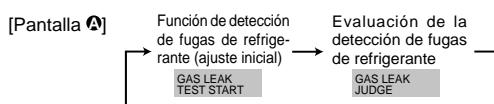

Fig. 8-2
- ② Pulse el botón **④ CLOCK** **[▼]** y seleccione **[GAS LEAK TEST START]** (INICIO DE PRUEBA DE FUGAS DE GAS). (Fig. 8-2)